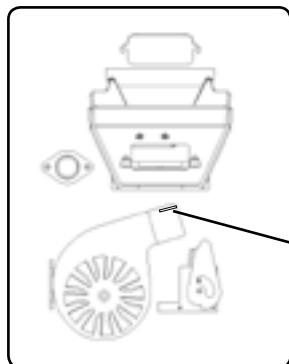

Fig. 30
9. Utilisez une brosse pour nettoyer le carneau, en veillant à ne pas endommager la sonde ESP (voir figure 30). Le carneau va directement dans le conduit d'évacuation des gaz (figure 27), et, par conséquent, vous pouvez aussi le nettoyer dans une certaine mesure par la sortie du carneau.